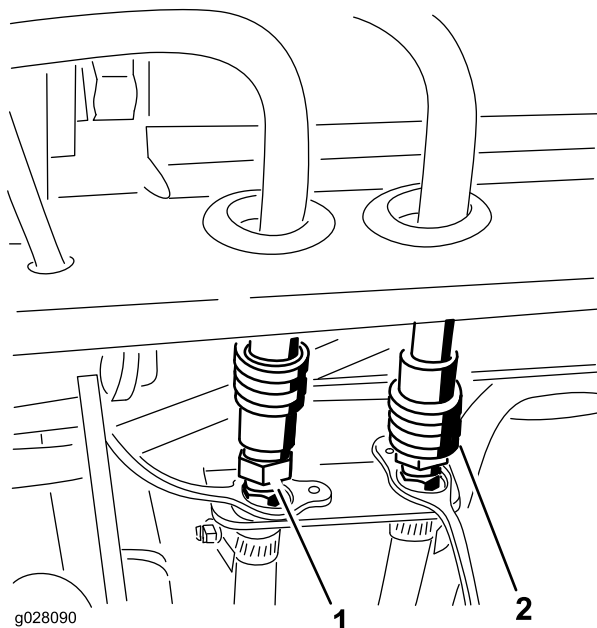

Figura 68
2. Conecte las mangueras de presión y de retorno del calentador de la cabina a los conectores rápidos del soporte del bastidor trasero (Figura 68).